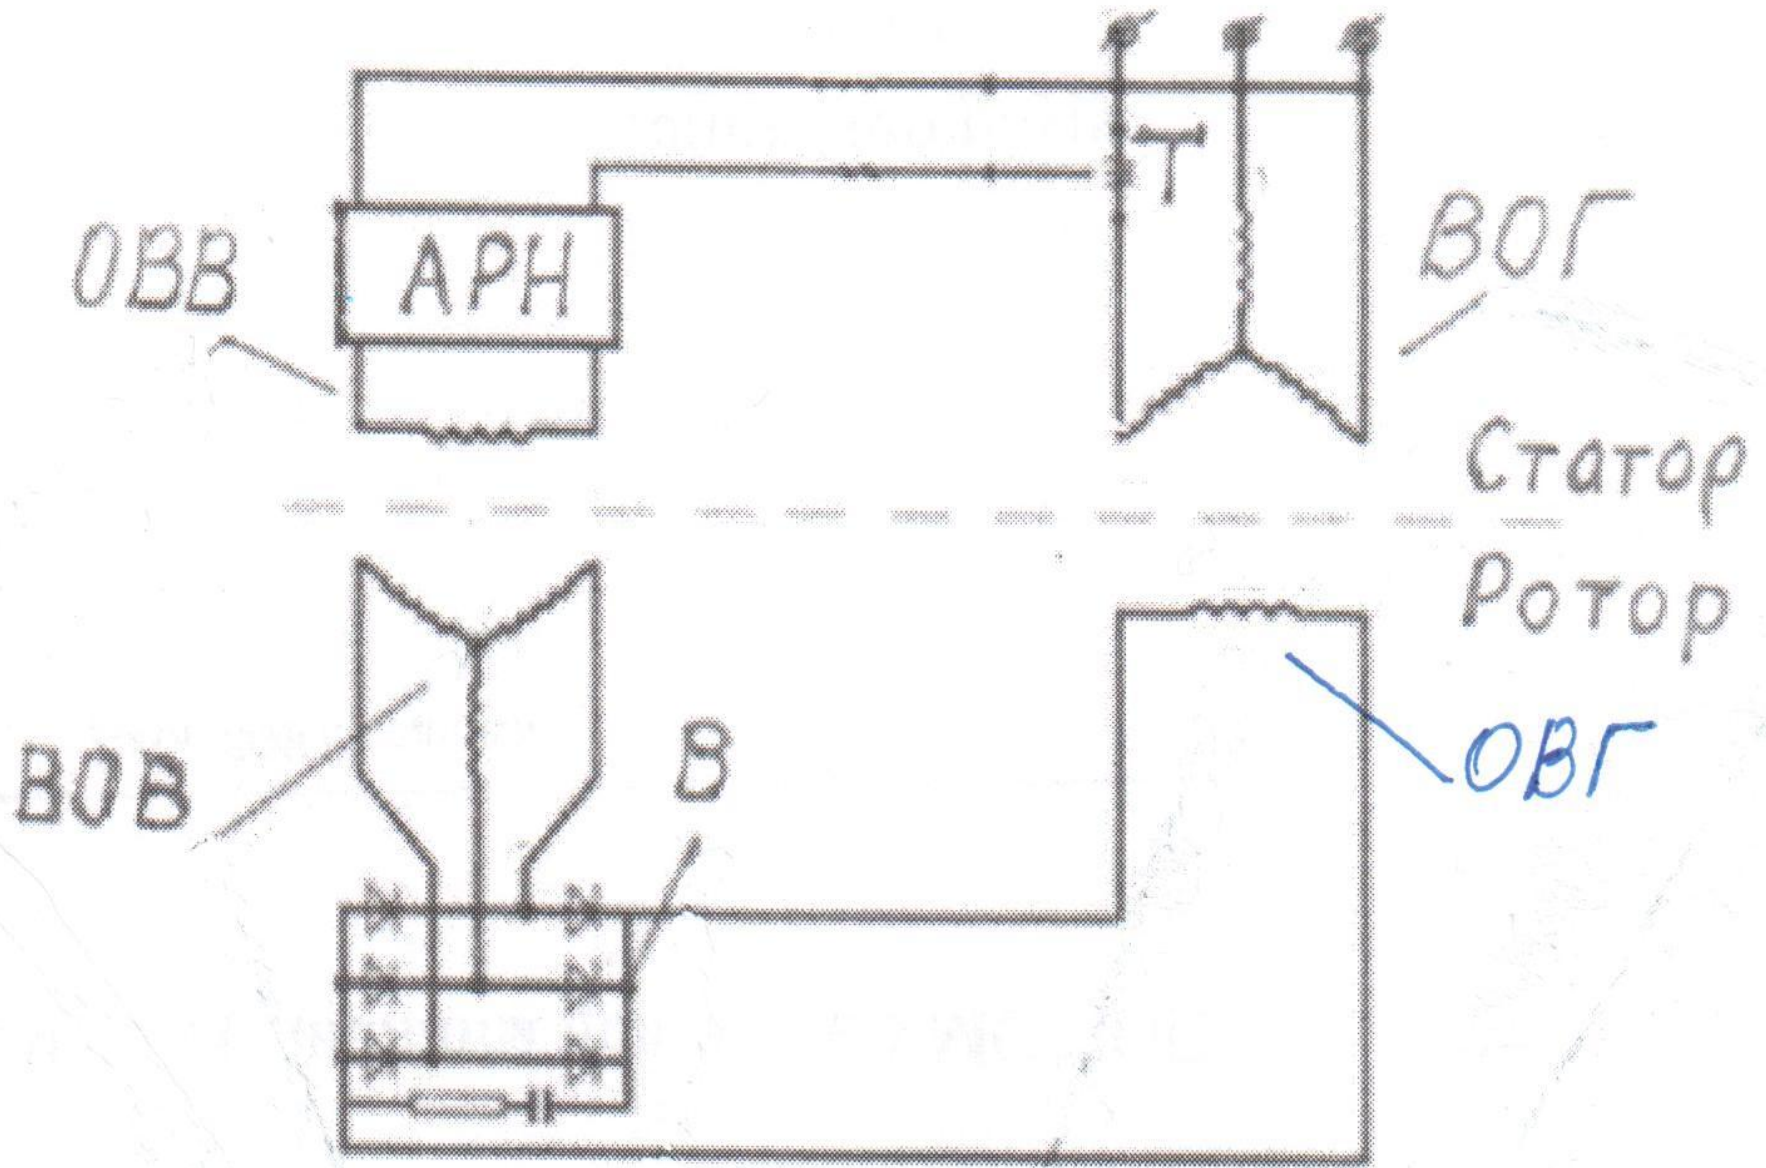

Рис. 4.10. Схема бесщеточного синхронного генератора
*Всё это отсутствует у бесщёточных синхронных генераторов (рис.4.10). Конструктивно бесщёточный синхронный генератор объединён с возбудителем переменного тока и вращающимся выпрямительным устройством в один агрегат.*